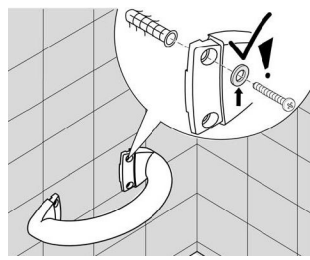

Fig. 8
4. Fixez la poignée pour salle de bains au mur à l'aide du kit de montage mural inclus (Fig. 8).